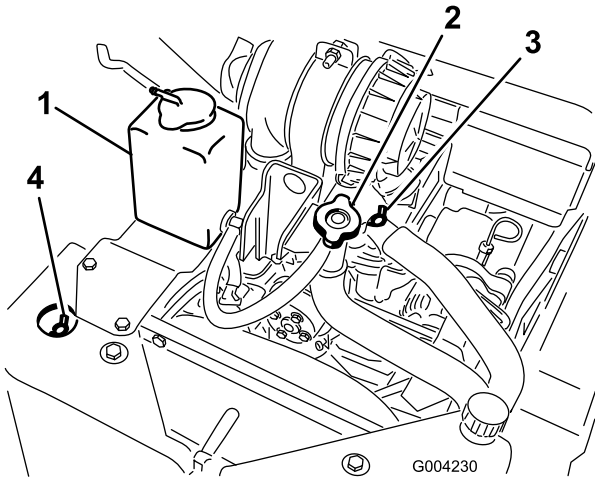

Figure 20
- A. Enlevez le bouchon de remplissage (Figure 20).
- B. Ouvrez les soupapes de purge de liquide de refroidissement avant et supérieure (Figure 20).
commence à sortir par la soupape de purge avant (Figure 20).
- D. Fermez la soupape de purge avant (Figure 20).
- E. Versez du liquide de refroidissement dans le goulot de remplissage jusqu'à ce qu'il commence à sortir par la soupape de purge supérieure (Figure 20).
- F. Fermez la soupape de purge supérieure (Figure 20).
- G. Versez du liquide de refroidissement dans le goulot de remplissage jusqu'à ce qu'il monte dans le goulot (Figure 20).
- H. Remettez le bouchon de remplissage (Figure 20).
- I. Ajoutez du liquide de refroidissement dans le vase d'expansion jusqu'à ce qu'il atteigne le trait de plein sur le côté du vase (Figure 20).